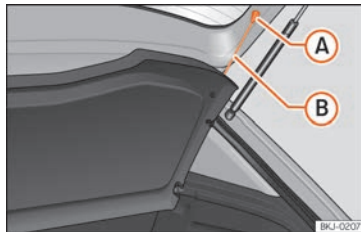

Abb. 126 Im Gepäckraum: Gepäckraumabdeckung aus- und einbauen.
- Hängen Sie die Haltebänder »» **Abb. 126** (B) aus den Aufnahmen (A) aus.
- Hängen Sie die Haltebänder »» **Abb. 126** (B) an der Heckklappe ein. »»